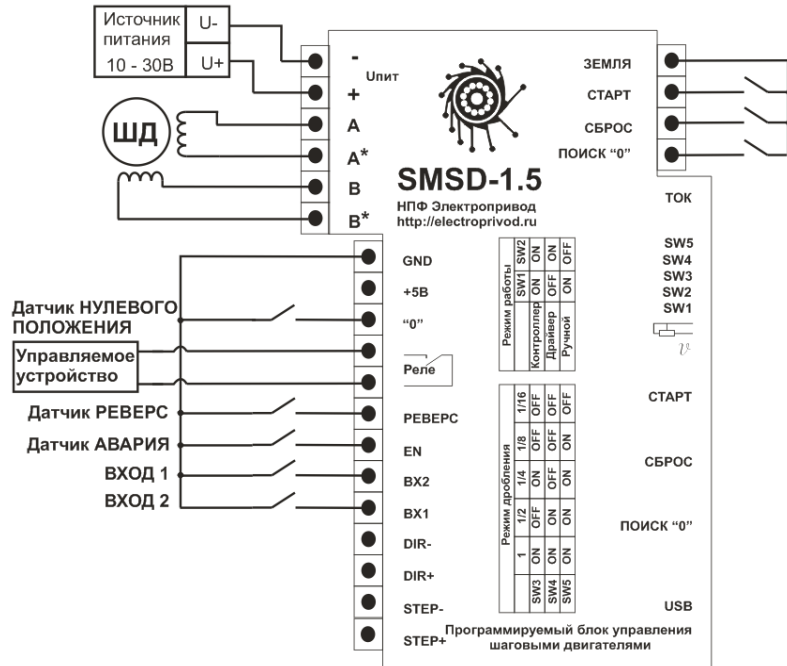
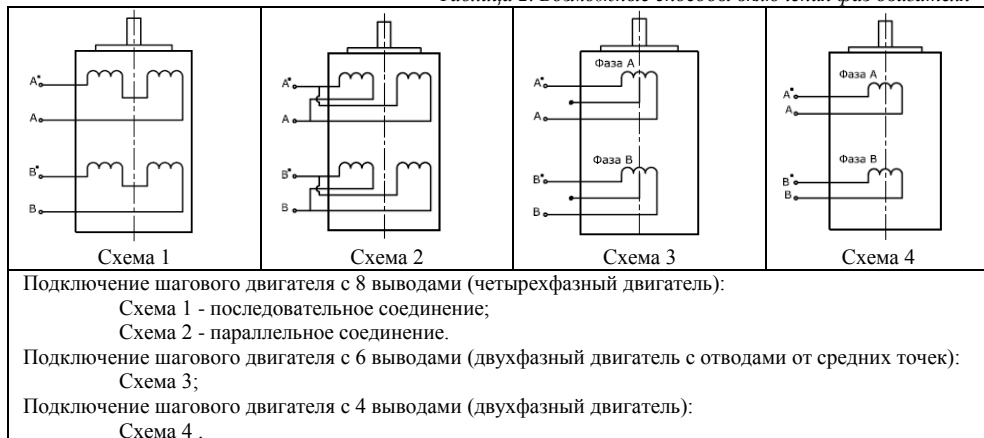

Рис.2. Схема-пример подключения блока в режиме контроллера.
Рис. 5. Пример подключения датчика SM (NPN).
1. Выполните соединение блока с ШД, датчиками и источником питания согласно схемам рис.2 – 5.
Пример подключения к датчику приведен на рис.5. Схемы подключения блока в различных режимах работы приведены на Рис. 2 - 4.